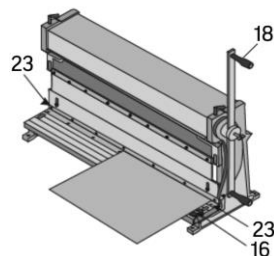

fig. 5
- a. Assurez-vous que la lame de coupe supérieure se trouve directement au-dessus de la marque et que le côté droit du matériau repose contre le guide (n° 16) (fig. 5).